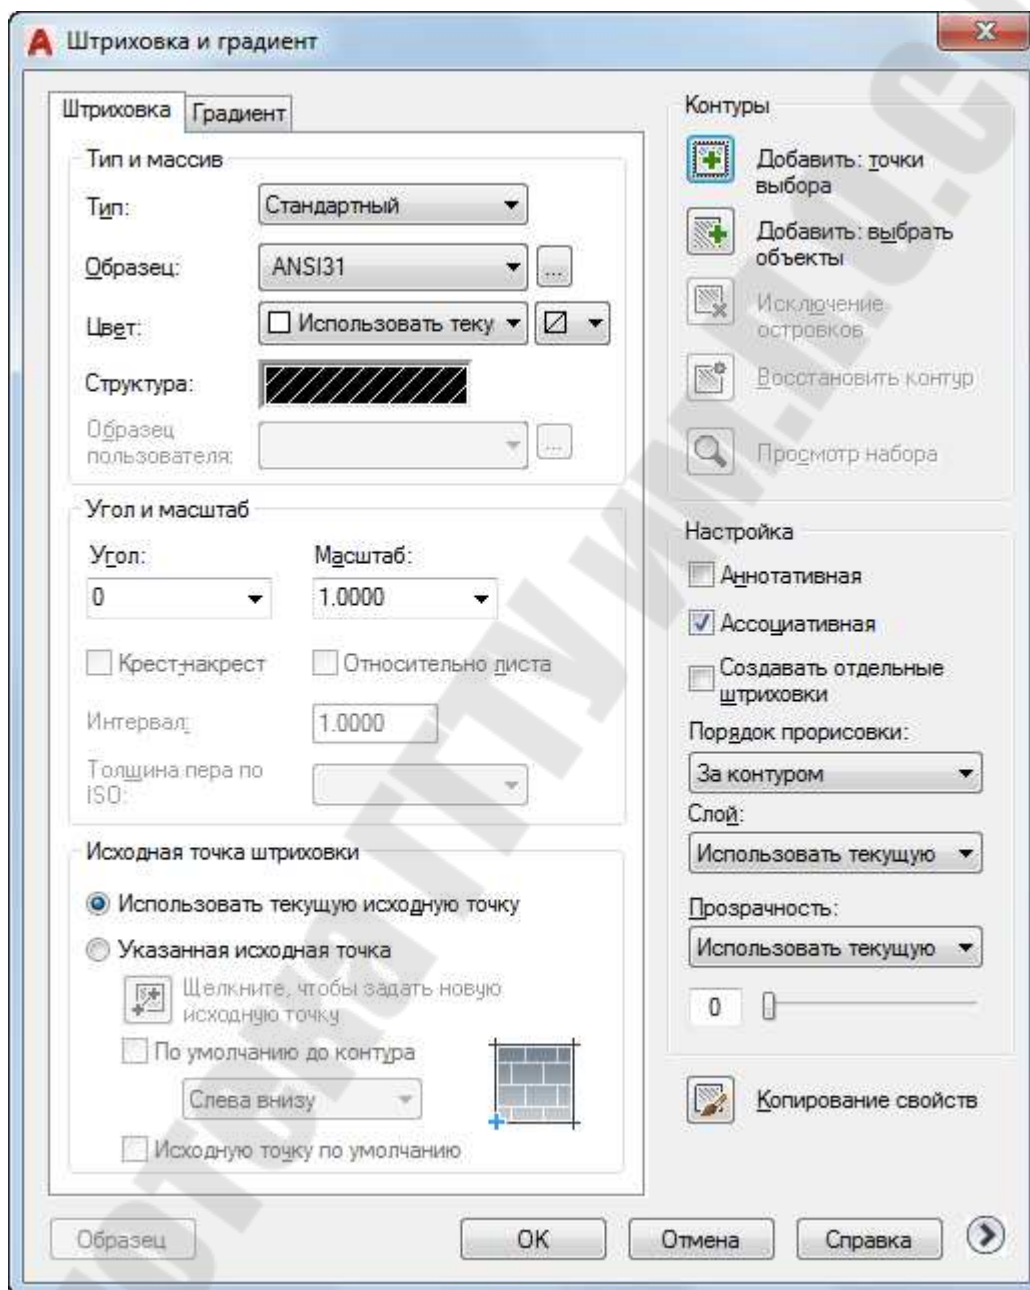

Рис. 2.70. Диалоговое окно «Штриховка и градиент»
**Параметры** - открытие диалогового окна «Штриховка и градиент» для изменения параметров (рис. 2.70).